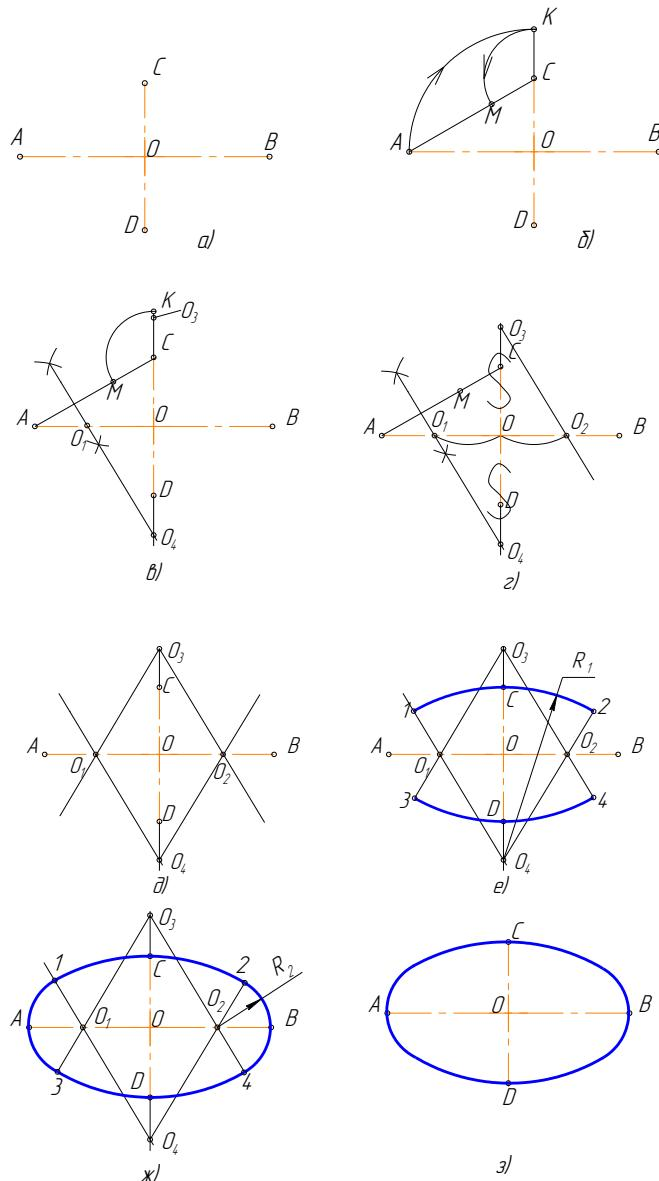

Рисунок 3.17 – Построение овала по двум осям
Последовательность построений, (рисунок 3.17)
1. Заданы большая АВ и малая CD оси овала (рисунок 3.17, а);
2. Соединим точки А и С. На этой прямой откладываем точку М: CM = AO – OC = CK (рисунок 3.17, б);
3. Отрезок АМ делим пополам, и из середины этого отрезка восстанавливаем перпендикуляр до пересечения с осями овала в точках O₁ и O₄, (рисунок 3.17, в);
4. Строим точки, симметричные точкам O₁ и O₄, получаем O₂ и O₃, (рисунок 3.17, г);
5. Проводим линии центров O₁O₃, O₁O₄, O₂O₃, O₂O₄, (рисунок 3.17, д);
6. Из центра O₄ проводим дугу радиусом R₁ = O₄C до пересечения с линиями центров O₄O₁ и O₄O₂ в точках 1 и 2. Аналогично находим точки 3 и 4, (рисунок 3.17, е);
7. Замыкающие дуги овала проводим из центров O₁ и O₂ радиусом R₂ = O₁A, (рисунок 3.17, ж).
8. Результаты построения – рисунок 3.17, з.